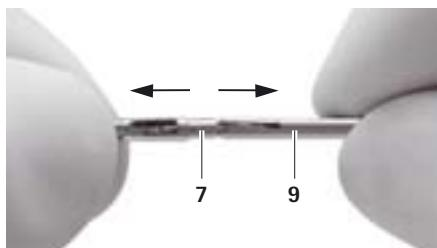

Fig. 4
- Sfilare il tubicino interno 9 dall'inserto di lavoro 7, vedere Fig. 4.